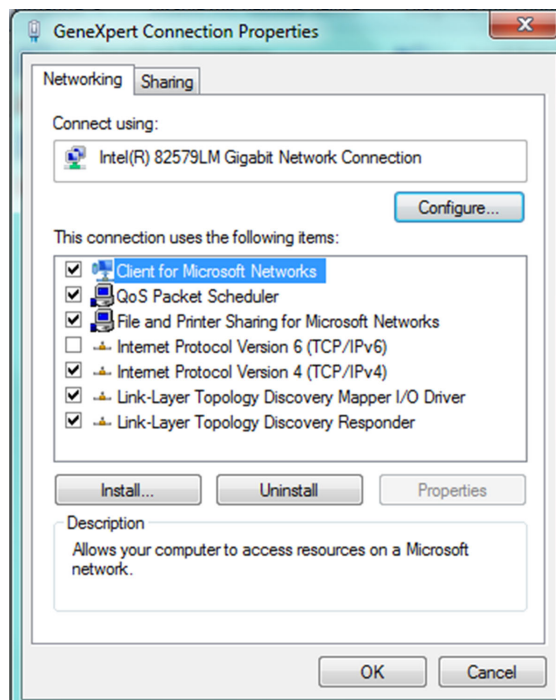

Figura 2-41. Ecranul Proprietăți conexiune GeneXpert
7. Selectați **Proprietăți (Properties)** din meniul vertical. Apare ecranul afișat în Figura 2-41.